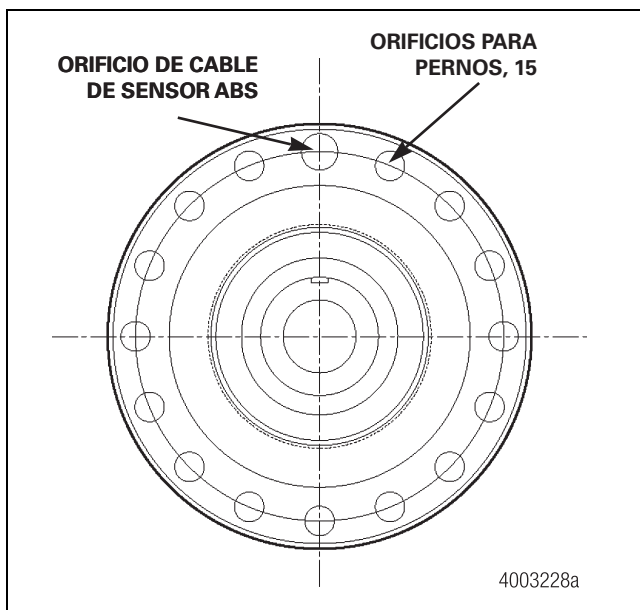

Figura 6.29
- **En bridas de 16 orificios:** Fije el freno instalando tornillos del diámetro correcto, de 5/8 de pulgada (15.875 mm) a través de los quince orificios de 0.656 de pulgada (17 mm). Apriete los tornillos a 180-230 lb-pie (244-312 N•m). Figura 6.29.